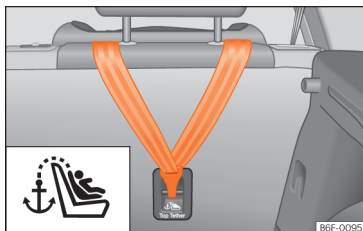

Рис. 39 Зворотний бік заднього сидіння: петля для ременя Top Tether.
Дитячі автокрісла з системою Top Tether мають додатковий ремень для фіксації до спеціального кріплення в автомобілі. Згадане кріплення розташоване на звороті задніх сидінь (символ ) і забезпечує додаткову фіксацію **»» рис. 39.**
- Надійно зачепіть ремень Top Tether за кріплення на звороті спинки сидіння **»» рис. 39.**